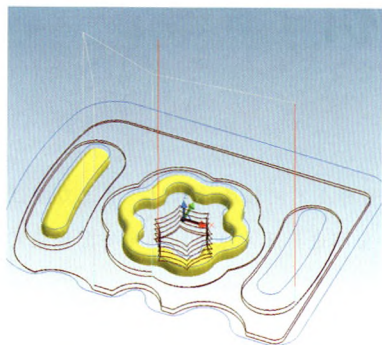

图14 凹台轮廓精加工轨迹
(8) 背面凹台加工：使用线框造型，六方花瓣两面的圆角用曲面造型，两个长腰形凸台只造一个曲面形状。粗、精加工时，由于该部分内孔深度为 15mm ，而大凹台面深度 5mm ，分开使用区域粗加工和轮廓线精加工命令，然后通过轨迹连接形成完整的粗加工和精加工刀具轨迹。由于受到内圆弧的制约，使用 $\phi 12\text{mm}$ 硬质合金立铣刀作为粗、精加工用刀，参数设定同上。由于 5mm 凹台深度尺寸精度较高，所以要对底面精加工，使用区域粗加工命令只加工一层刀具轨迹底面。凹台轮廓粗加工、精加工分别如图13、图14所示，底面精